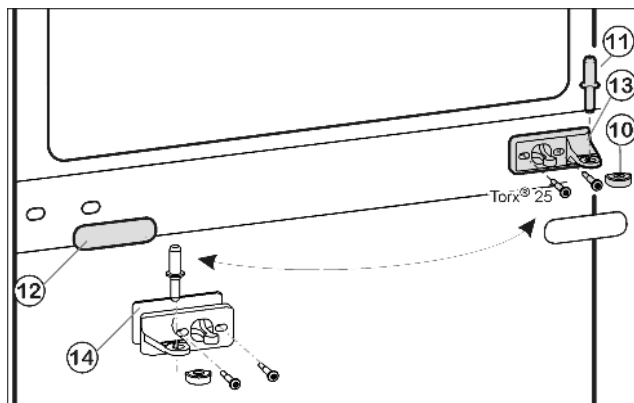
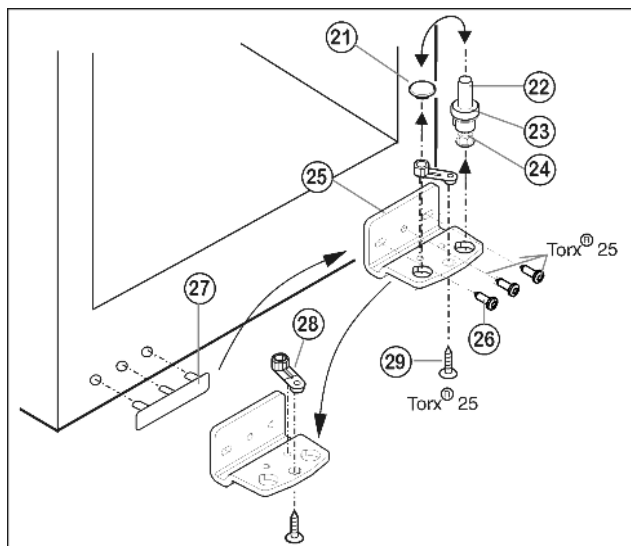

Fig. 9
Fig. 10
- ▶ Drag ur mittre lagerbult Fig. 9 (11) från lagerboken och drag ut nedre dörren.
- ▶ Drag bort plastkåpan Fig. 9 (10).
- ▶ Skruva bort mittre lagerbock Fig. 9 (13) (2 gånger Torx® 25).
- ▶ Drag försiktigt bort täckpanelen Fig. 9 (12).
- ▶ Skruva fast mittre lagerbock Fig. 9 (13) med underlägg Fig. 9 (14) vriden 180° på den nya gångjärnssidan (**med 4 Nm**).
- ▶ Haka fast täckpanelen Fig. 9 (12) vriden 180° på den nya handtagssidan.
- ▶ Drag ur lagerbulten Fig. 10 (22) komplett med platta Fig. 10 (23) och justeringsfot Fig. 10 (24) uppåt.
- ▶ Lyft ur pluggar Fig. 10 (21).
- ▶ Skruva bort lagerbocken Fig. 10 (25) Fig. 10 (26).
- ▶ Skruva bort lagerdelen Fig. 10 (28) Fig. 10 (29) och flytta den till lagerbockens motsatta monteringshål, skruva fast.
- ▶ Lyft försiktigt bort täckbrickan på handtagssidan Fig. 10 (27) och flytta den till motsatta sidan.
- ▶ Skruva fast lagerbocken Fig. 10 (25) på den nya gångjärnssidan, eventuellt med hjälp av en skruvdragare (**med 4 Nm**).
- ▶ Sätt i pluggen Fig. 10 (21) i det andra hålet.
- ▶ Sätt tillbaka lagerbulten Fig. 10 (22) komplett, med platta och justeringsfot. Kontrollera därvid att skåran pekar bakåt.
- ▶ Sätt på nedre dörr uppifrån på nedre lagerbult Fig. 10 (22).
- ▶ Sätt på plastkåpan Fig. 9 (10) på mittre lagerbock Fig. 9 (13) igen.
- ▶ Sätt i mittre lagerbult Fig. 9 (11) på den nya gångjärnssidan genom mittre lagerbock Fig. 9 (13) i den nedre dörren.
- ▶ Sätt övre dörr på mittre lagerbult Fig. 9 (11).
- ▶ Rikta eventuellt in dörrarna i förhållande till skåpet med de två avlånga hålen i nedre lagerbock Fig. 10 (25) och mittre lagerbock Fig. 9 (13). Skruva därvid ur mittre skruven på nedre lagerbock Fig. 10 (25).